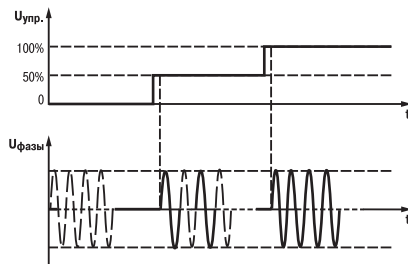

Рисунок 7
3.2.2 Метод, при котором управляющий сигнал определяет число пропускаемых в нагрузку целых полупериодов, от 0 до 256 (рисунок 7). При этом методе уровень помех, создаваемый при регулировании мощности, минимален.